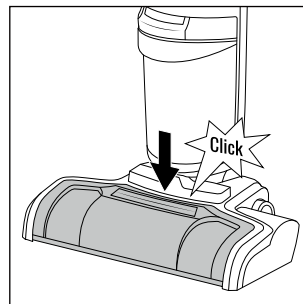

Abb. 42
- ◆ Drücken Sie dann den Spritzschutz **7** wieder in Position, bis dieser hörbar am Fußteil **3** einrastet (siehe Abb. 42).